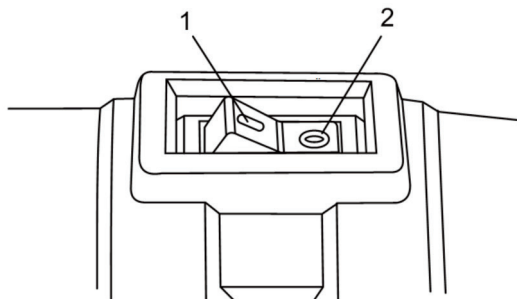

Рис.6
2. Переведите клавишу выключателя в положение (1) (рис. 6).
3. Для выключения инструмента переведите клавишу выключателя в положение (2) (рис. 6).